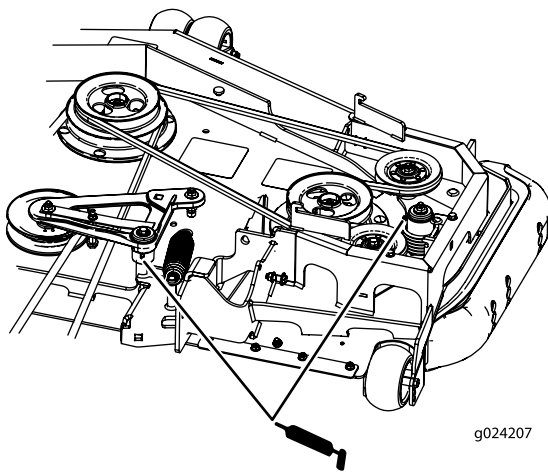

**Figura 55**
6. Lubrificate i bracci di rinvio della cinghia di trasmissione (Figura 55).